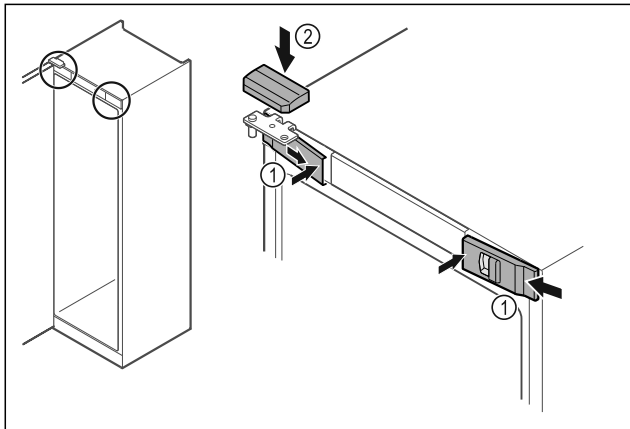

Fig. 55
- Z boku założyć przednie ostonki Fig. 55 (1) i zaczepić.
- Górną ostonkę Fig. 55 (2) zaczepić od góry.